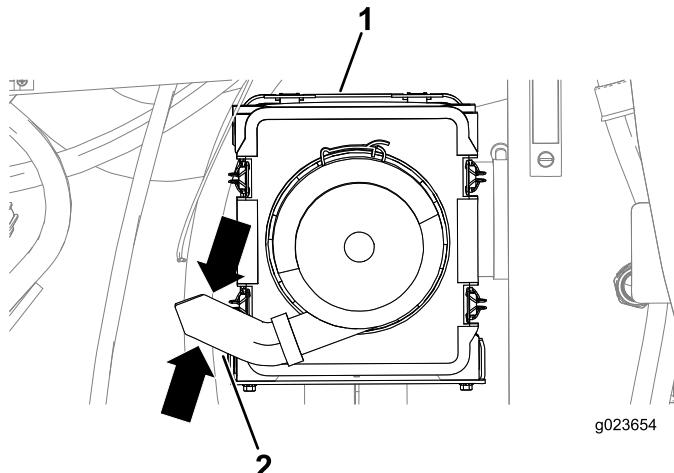

Figura 117
3. Apriete los lados de la válvula de polvo situada en la tapa del limpiador de aire para vaciar el agua, el polvo y la suciedad de la válvula (Figura 117).